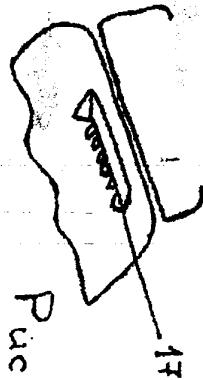
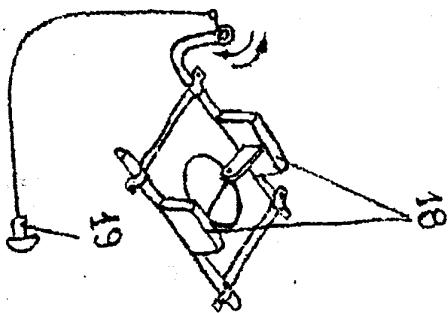

Рис. 6.
Рис. 7
Сверху на капоте багажника, над отверстиями для поступления воздуха к отопите-ли укрепить воздушозаборник (17) из металла, или пневматика (рис. 6), а под ник обогреваю вать колпак из двух сторон (18), к которому идет приход от кнопки (19) из поликарина приборов. При седе в зарядное время колпак откидывается, а при оторве-нии салона в холодное время и на стоянках колпак (18) закрывается. (см.рис.7).